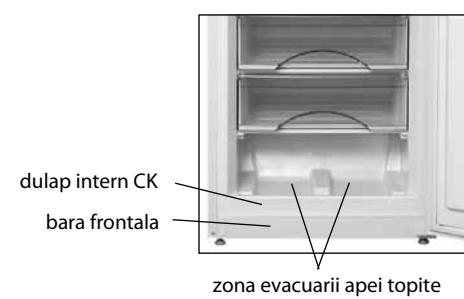

Figura 7 – Colectarea apei topite din CK
- a elimina apă topită din zona surgerii în conformitate cu figura 7 cu materie ce absoarbe usor pe masura topirii poleiului;